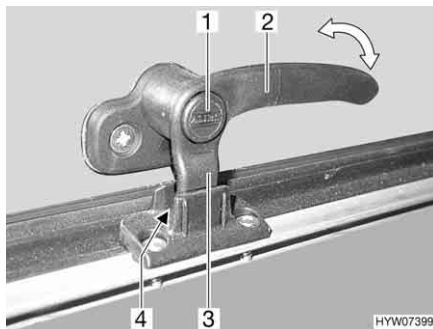
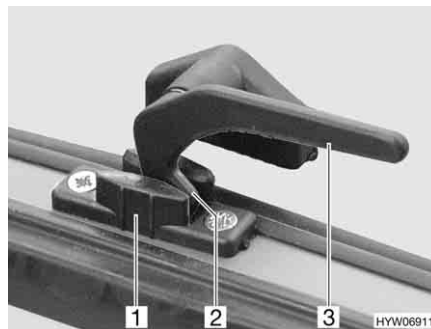

Fig. 75 Levier de verrouillage avec bouton de sécurité en position "Aération permanente"
Fig. 76 Levier de verrouillage en position "Aération permanente"
- En position "Aération permanente" (Fig. 75 et Fig. 76)
- S'il existe, appuyer sur le bouton de sécurité (Fig. 75,1) et le maintenir enfoncé.
- Tourner tous les leviers de verrouillage (Fig. 75,2 ou Fig. 76,3) d'un quart de tour vers le centre du lanterneau.
- Remettre tous les leviers de verrouillage en position initiale. Le tenon de verrouillage (Fig. 75,3 ou Fig. 76,2) doit pénétrer dans le logement du verrouillage du lanterneau (Fig. 75,4 ou Fig. 76,1).